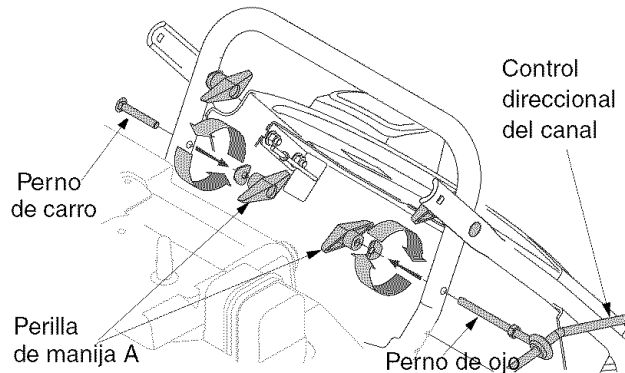

Figura 2
2. Quite la perilla de la manija A, la arandela curva y el perno de carro del lado derecho de la manija inferior. Vea la Figura 2.
3. Quite la perilla de la manija A, la arandela y el perno de ojo acoplados al lado izquierdo de la manija inferior. Siga la dirección de las flechas de la Figura 2. No retire el perno de ojo del control direccional del canal.